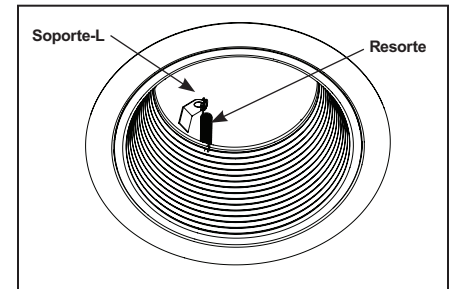

Figura 9
Paso 1. Instale los bordes abiertos usando los resortes proporcionados o resortes de torsión. (Vea la Figura 9 para la instalación de resortes de torsión).